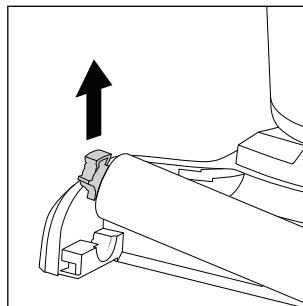

Fig. 34
- ◆ Saisissez le support à gauche du rouleau brosse **6** et tirez-le vers le haut pour détacher le rouleau brosse de la tête de nettoyage **3** (voir fig. 34).